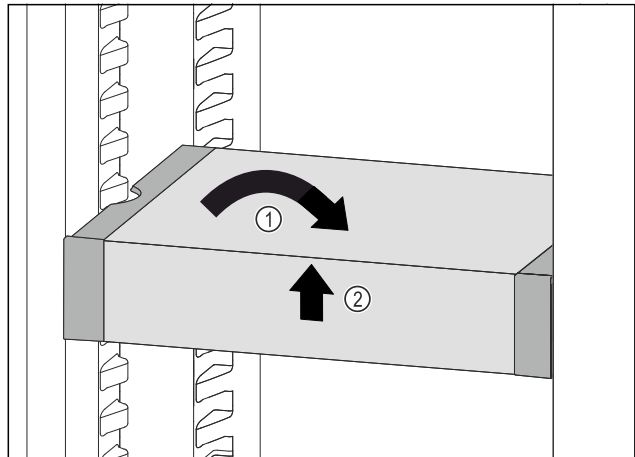

Fig. 84
- ▶ VarioSafe recht zetten. Fig. 84 (1)
- ▶ VarioSafe aan voorkant optillen. Fig. 84 (2)